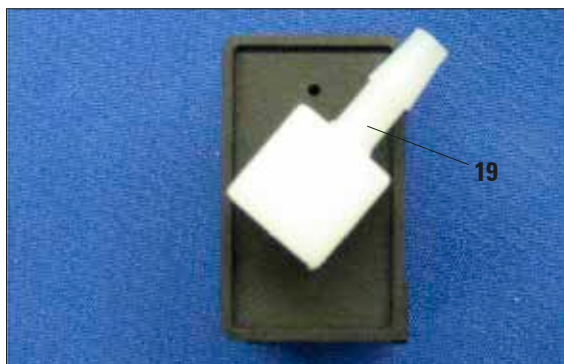

Bild 28
Om två sköljstationer ska placeras bredvid varandra måste anslutningen (19) på den vänstra stationen riktas in enligt bild 28.